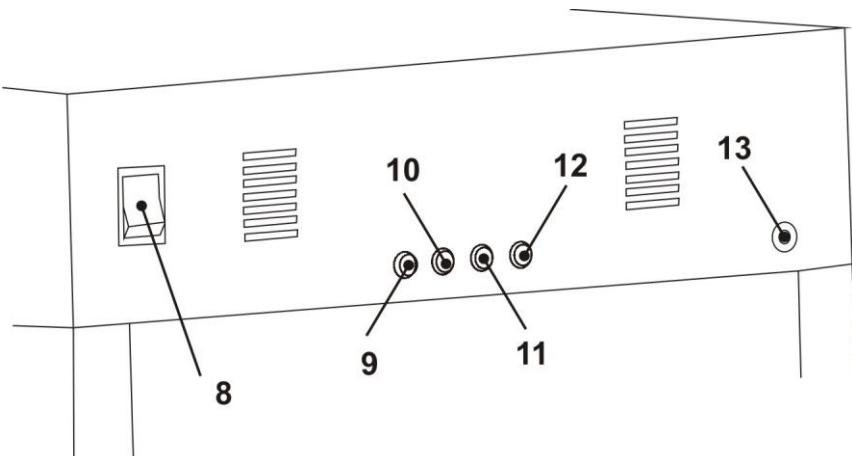

Рис. 2
**ПОМНИТЕ!** Надставки устанавливаются на лотки только на период вывода птицы, при этом поворотная система выставляется в горизонтальное положение и клавиша ВКЛ/ВЫКЛ поворота должна находиться в положении ВЫКЛ. (Рис.2 поз.8)
- клавиша «ПОВОРОТ» (вкл/выкл); (Рис.2 поз.8)